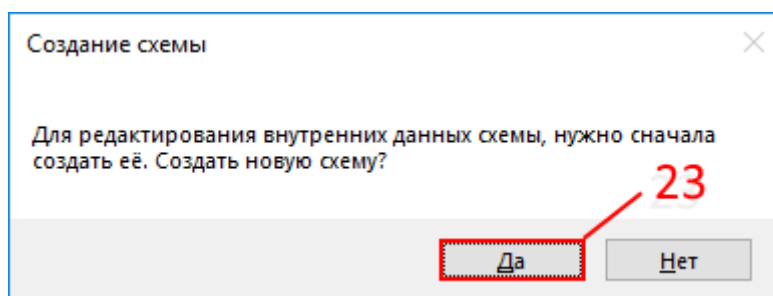

Рисунок 3.8.15
- в открывшемся окне оповещения нажать кнопку «Да» (см. Рисунок 3.8.15, поз. 23);